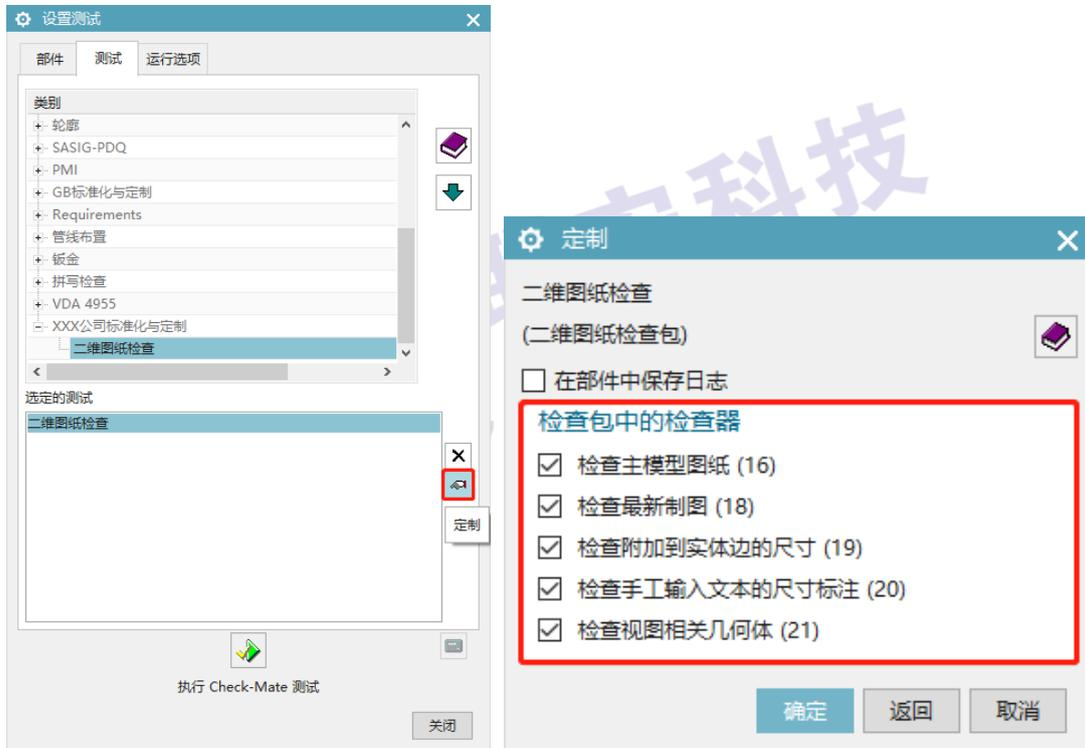

图 7
6.将二维图纸检查包添加到选定的测试列表框中，点击定制按钮，我们可以查看检查包中的检查器内容，如下图 7 所示：